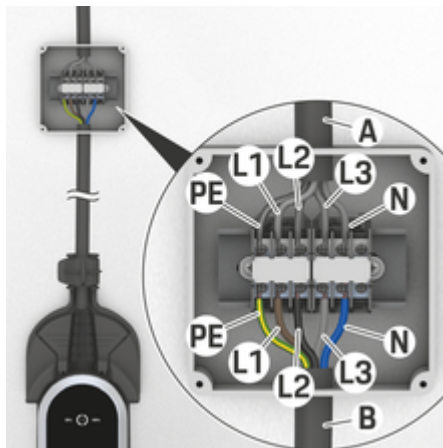

图 14 固定连接盒的端子（三相）
将控制单元 B（图 14）的电缆连接到固定连接 A（图 14）的端子时，请遵守指定的顺序。
2. 将保护导体 PE（图 14） 连接到固定连接的 PE（图 14） 端子。
3. 将零线 N（图 14） 连接到固定连接的 N（图 14） 端子。
4. 将火线 L1（图 14） 连接到固定连接的 L1（图 14） 端子。
5. 将火线 L2（图 14） 连接到固定连接的 L2（图 14） 端子。
6. 将火线 L3（图 14） 连接到固定连接的 L3（图 14） 端子。